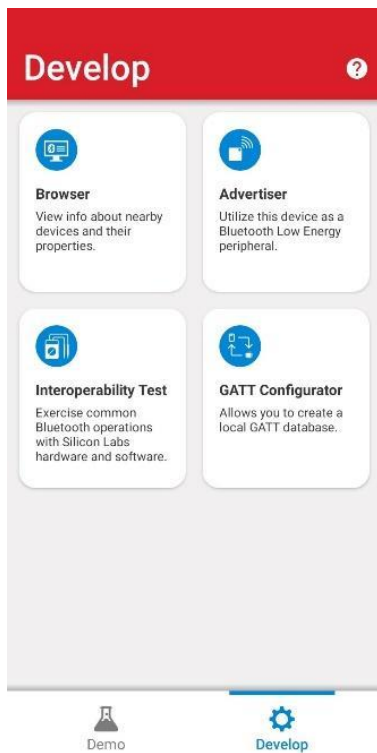

рис. 5.8. Вкладка «Browser»
- 4) Запустите приложение **EFR Connect** и выберите вкладку «**Browser**» (рис. 5.8).